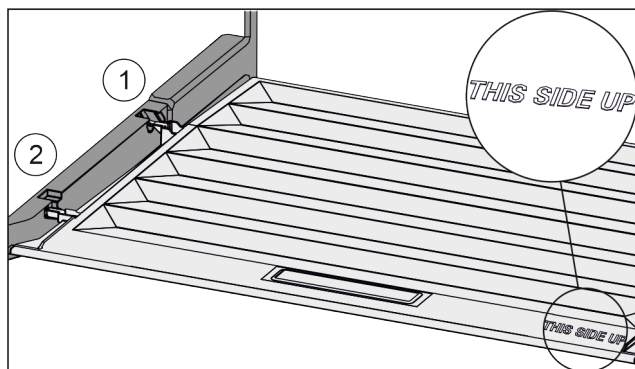

Fig. 136
- 从后部固定支架 Fig. 136 (1) 开口导入桥形接片并卡入固定支架 Fig. 136 (2) 的前端。